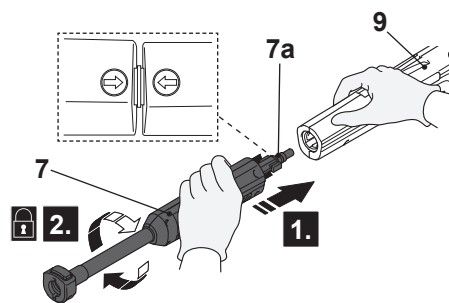

Fig. 4
1. Alinee e inserte las lengüetas (7a) de la lanza de extensión (7) en las ranuras del puerto de conexión de la pistola de pulverización (9) (Fig. 4, paso 1).
2. Encaje bien la lanza de extensión (7) girándola en el sentido de las agujas del reloj para bloquearla en su sitio (paso 2). Asegúrese de que la flecha de la pistola de pulverización se alinee con la flecha de la lanza de extensión.